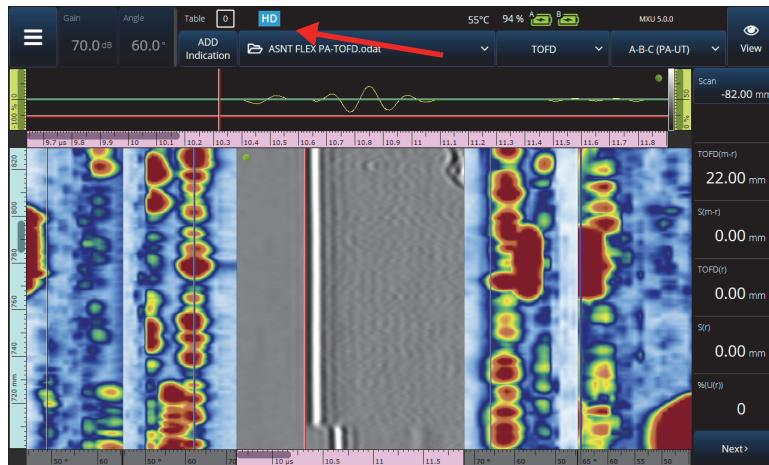

图 2-69 高清示例（仅 PA-UT）
高清图标 (HD) (参见第 119 页的图 2-69) 表明每个数据点至少由一个像素代表。较大的扫查区域可能包含太多的数据点，无法用一个像素来表示，因此会应用压缩 (保留最大波幅)，此时不显示高清 (HD) 图标。